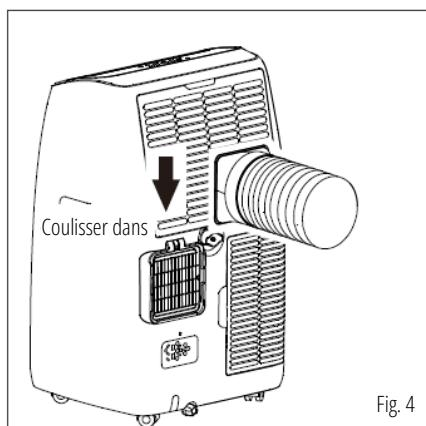

Fig. 4
- 4) Installez l'entrée du tuyau dans l'appareil. (Fig. 4)